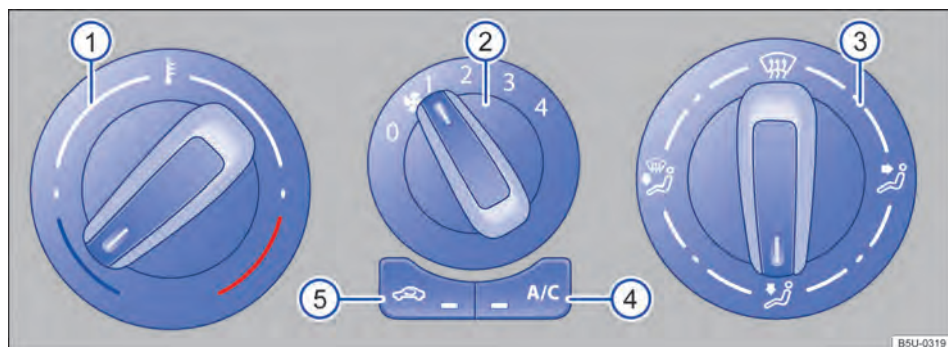

Fig. 79 Comandos do ar-condicionado.
- *Ar-condicionado*: girar o regulador do ventilador para o nível 0 → Fig. 79 ②.
- *Ar-condicionado*: girar o regulador rotativo esquerdo → Fig. 79 ① para regular a respectiva temperatura.
- *Ar-condicionado*: girar o regulador do ventilador → Fig. 79 ②.
No modo de recirculação de ar, não chega ar externo ao interior do veículo → Fig. 79.
- *Ar-condicionado*: girar o regulador da direita → Fig. 79 ③ para posição desejada.
- Girar o botão da distribuição de ar → Fig. 79③ para a posição , nesta posição o modo de recirculação de ar é automaticamente desligado.
- Girar o botão do ventilador ② no nível 3 ou 4.
- Girar o botão da temperatura ① para a posição desejada.